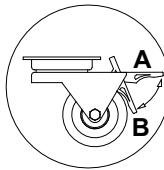

Abb.6 Fahrbarer Radsatz
- Die Anlage auf einer ebenen und ausführlich fester Grundlage stellen, dann mit den Beinen justieren. Bei fahrbaren Anlagen die Räder sperren, um der Verschiebung bei dem Betrieb vorzubeugen Abb.6 !